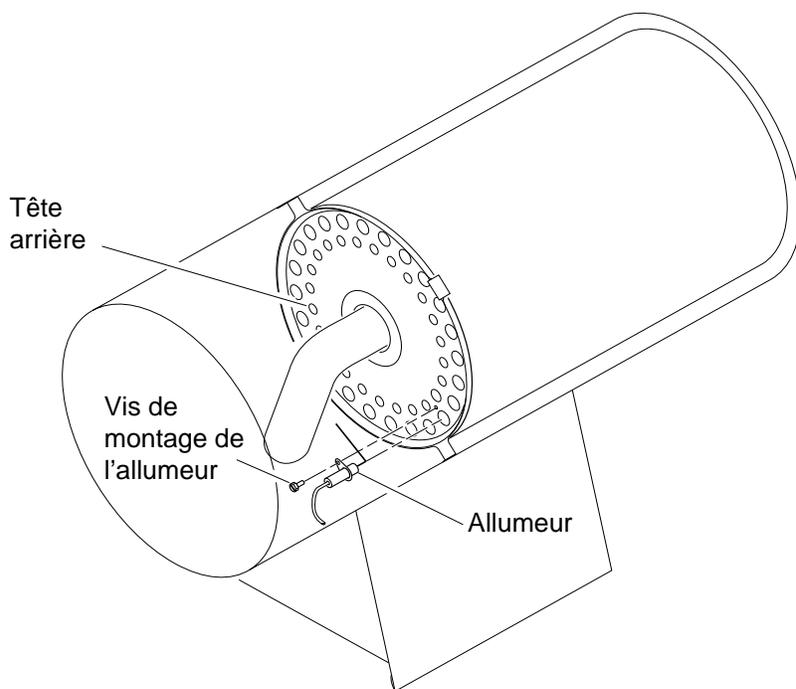

Figure 12 - Retrait de la vis de montage et de l'allumeur
- Retirer la vis de montage de l'allumeur de la tête arrière à l'aide d'une clé à douille ou d'un tournevis standard (se reporter à la figure 12).